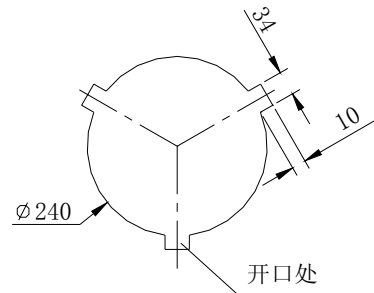

图 18
- (1) 安装云台前，应先带上随机装箱的手套，不能用手指直接触摸透明球罩
- (2) 在天花板上开一个圆孔，开孔大小与所给尺寸相一致。（如图 18 所示）